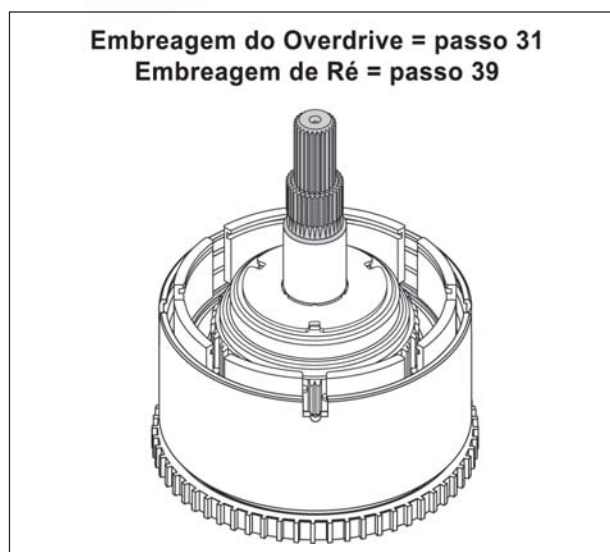

Figura 196
54. Reinstale as embreagens de Ré e Overdrive conforme mostra a figura 196. Overdrive = passo 31 e Ré = passo 39.